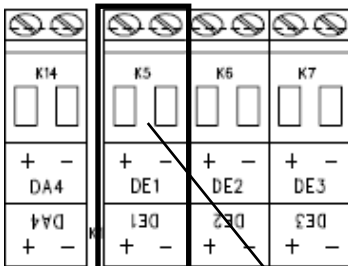

Abb. 11
1. Schließen Sie den Impulsausgang des Gaszählers an die Klemme „DE1“ ( **1** in Abb. 11, Seite 38) des EK280 an.
1. Schließen Sie den Encoder des Gaszählers an die Klemme „DE1“ ( **1** in Abb. 11, Seite 38) des EK280 an.
1. Schließen Sie den HF-Impulsausgang des Gaszählers an die Klemme „DE1“ ( **1** in Abb. 11, Seite 38) des EK280 an.